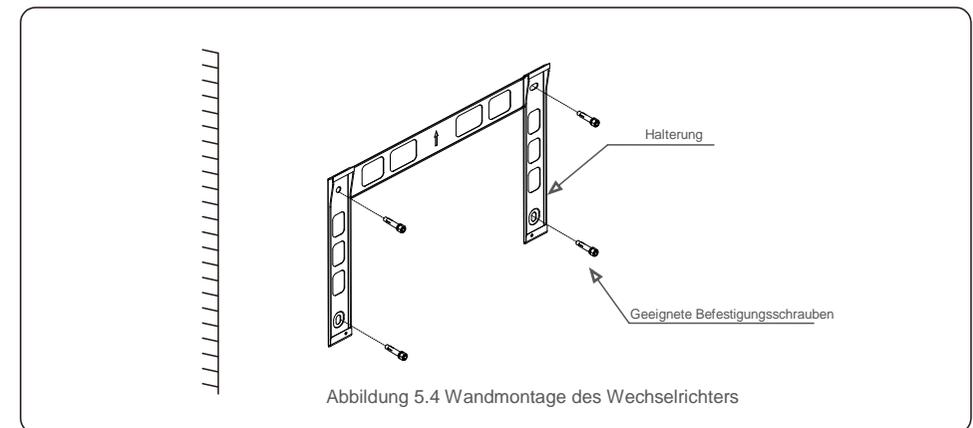
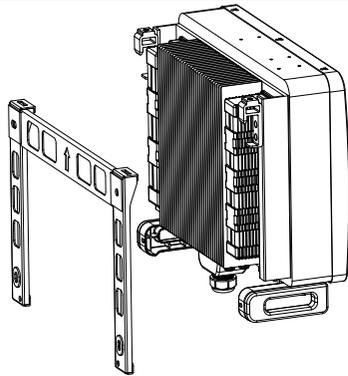

Abbildung 5.4 Wandmontage des Wechselrichters
Abbildung 5.5 Installation des Wechselrichters
Siehe Abbildung 5.4 und Abbildung 5.5. Der Wechselrichter muss senkrecht montiert werden. Die Schritte zur Montage des Wechselrichters sind nachfolgend aufgeführt.
1. Siehe Abbildung 5.4: Die Bohrungen für den Dehnbolzen müssen entsprechend dem Lochdurchmesser der Halterung (M10*70) mit einer Schlagbohrmaschine mit einem 10 mm Bohrer senkrecht in die Wand eingebracht werden. Das Bohrloch muss senkrecht in der Wand sein. Die Tiefe aller Bohrflöcher beträgt 60 mm.
2. Achten Sie darauf, dass die Halterung horizontal ist. Und dass die Befestigungslöcher (in Abbildung 5.4) korrekt angezeichnet sind. Bohren Sie die Löcher gemäß den Markierungen in die Wand.